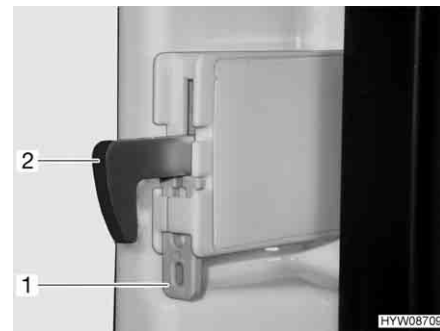

Bild 212 Fixierung Verriegelungshaken
- Die Fixierung (Bild 212,1) nach oben drücken. Der Verriegelungshaken (Bild 212,2) wird nach oben gedrückt und ist außer Funktion.
- Den Verriegelungshaken (Bild 212,2) nach unten drücken. Der Verriegelungshaken ist wieder in Funktion.